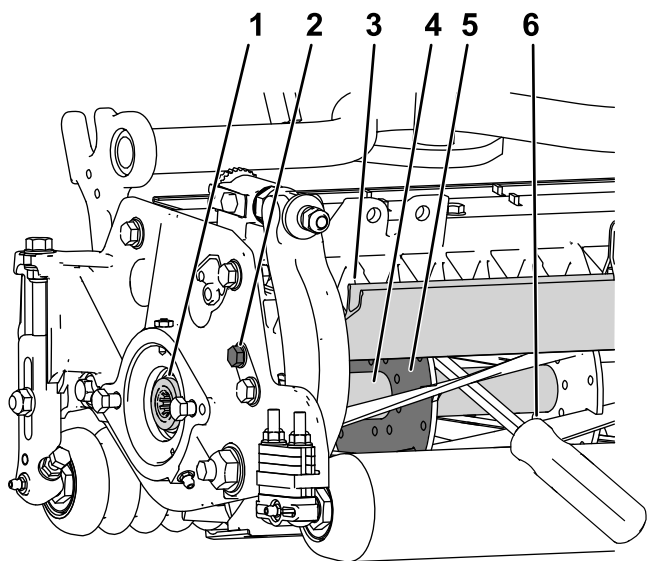

Рисунок 31
1. Ослабьте затяжку болта щитка на левой стороне режущего блока и поднимите задний щиток (Рисунок 31).
2. Вставьте монтировку с длинной ручкой (рекомендуется использовать монтировку размером 0,95 x 30 см [$\frac{3}{8}$ x 12 дюймов] с рукояткой как у отвертки) через заднюю часть режущего барабана, максимально близко к боковой части режущего блока, к которому вы будете прилагать крутящий момент (Рисунок 31).
3. Установите монтировку, прижав ее к сварной стороне опорной пластины барабана (Рисунок 31).